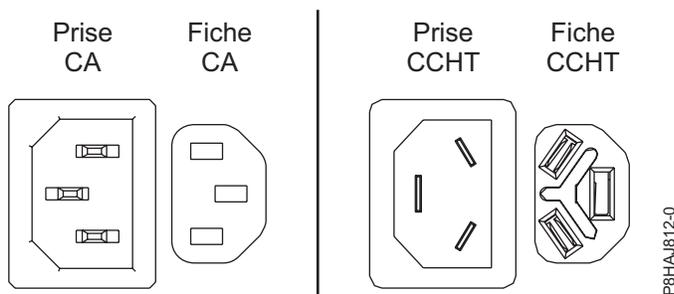
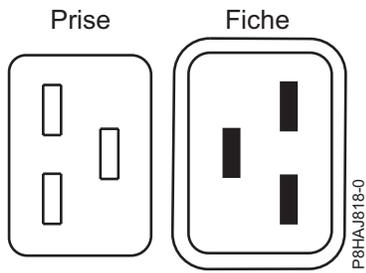
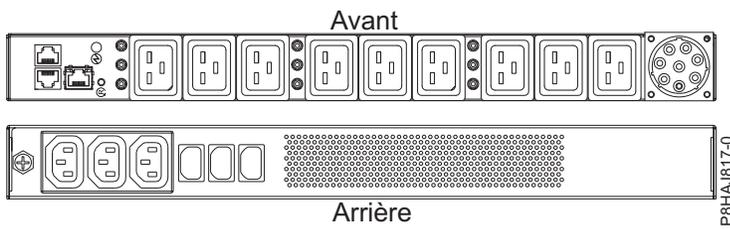

Figure 52. Connecteurs CA et CCHT
Figure 53. Connecteurs pour le système 8408-44E
Figure 54. Unité d'alimentation pour le système 8408-44E
2. Rebranchez les cordons d'alimentation (A) à l'unité centrale. Voir les figures figure 55, à la page 91, figure 56, à la page 92 ou figure 57, à la page 92 selon le type de votre système. La figure 52 illustre les connecteurs pour courant alternatif (CA) et pour courant continu haute tension (CCHT) pris en charge. Les figure 53, à la page 91 et figure 54, à la page 91 montrent les connecteurs et unité d'alimentation (PDU) pris en charge pour le système 8408-44E.